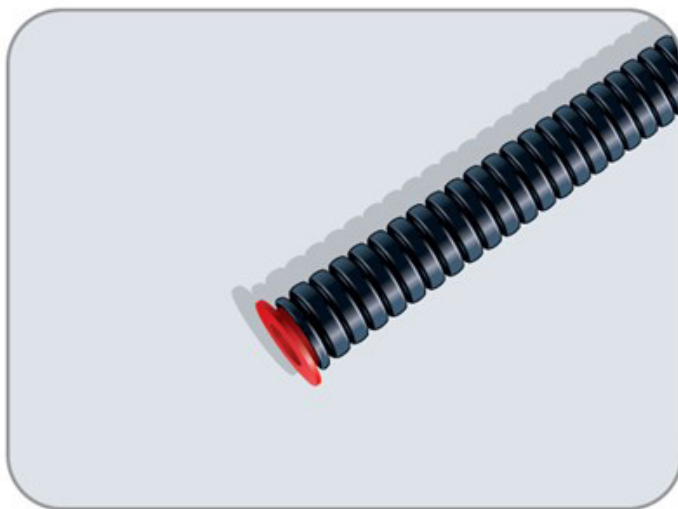

Bild 3 – Flexpipe med röd muff installerad i änden
2. Montera den röda ändmuffen på Flexpipe ände (bild 3)